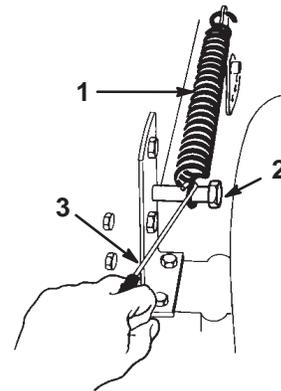

Figure 42
19. Accrochez le ressort compensateur de hauteur de coupe (Fig. 42) au boulon de fixation, à l'aide du crochet fourni avec le tracteur.